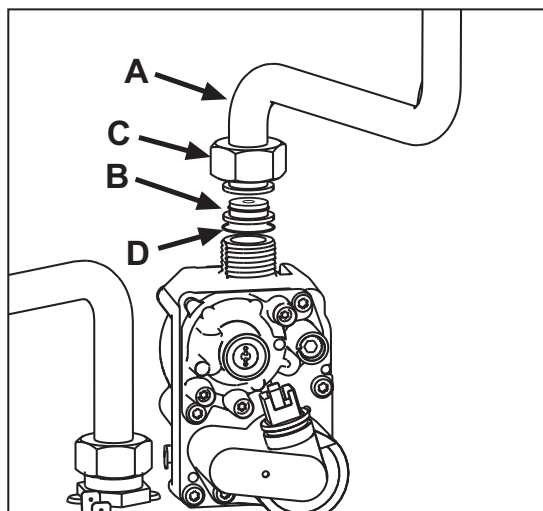

рис. 23
3. Открутите колесико **C** и выньте газовую трубу **A** из газового клапана (см. рис. 23).
4. Замените форсунку **B**, вставленную в газовую трубу, на форсунку, входящую в комплект для переоборудования, поместив между ними прокладку **D** (см. рис. 23).